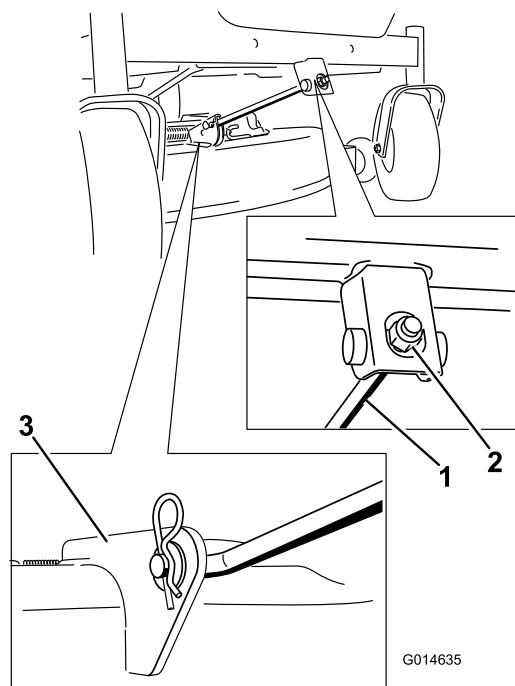

Figure 76
5. Retirez la goupille fendue de la tige de support avant et déposez la tige du support de plateau (Figure 76).
8. Fixez la tige de support avant au plateau de coupe à l'aide de l'axe de chape et de la goupille fendue (Figure 76).